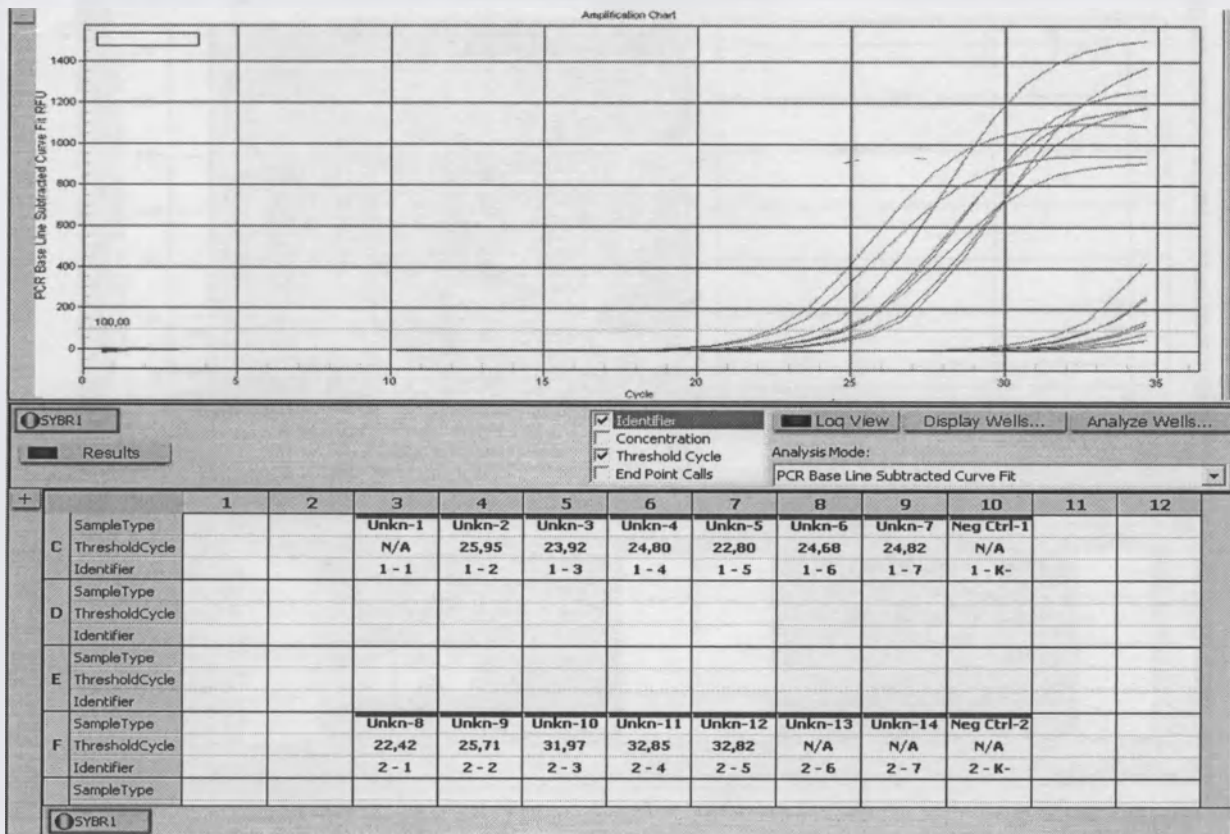

Рис.2. Типичный вид кривых накопления флуоресцентного сигнала.
9.2. Анализ результатов для набора реагентов Формата РВ (в Реальном времени) проводится по кривым накопления флуоресцентного сигнала (рис.2, 3, 4, 5).